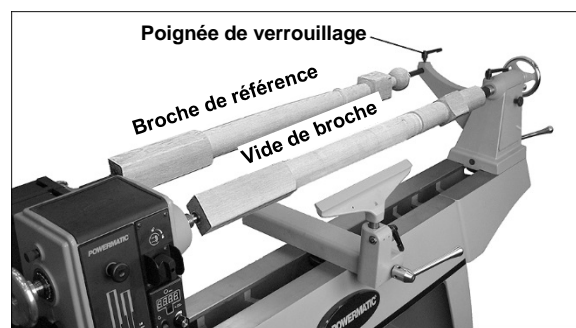

Figure 8-7: Comparateur
2. Installer la contre-pointe du comparateur dans le support de la poupée mobile, et serrer la poignée de verrouillage. Voir la Figure 8-7.
4. Monter la broche de référence entre les pointes du comparateur, comme indiqué à la figure 8-7.